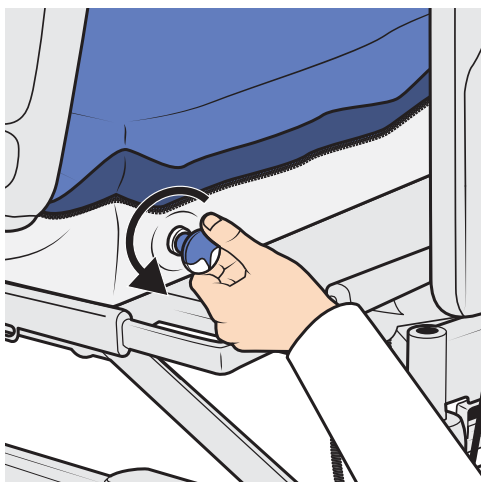

Figura 57
2. Gire la válvula (situada debajo del símbolo de válvula) de los almohadones completamente en el sentido contrario al de las agujas del reloj. Véase la figura 57.